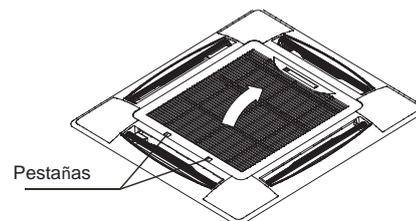

Fig.4-12
- 1) Deslice las dos pestañas hasta el centro al mismo tiempo y después sáquelas hacia arriba. (vea la Fig.4-12)